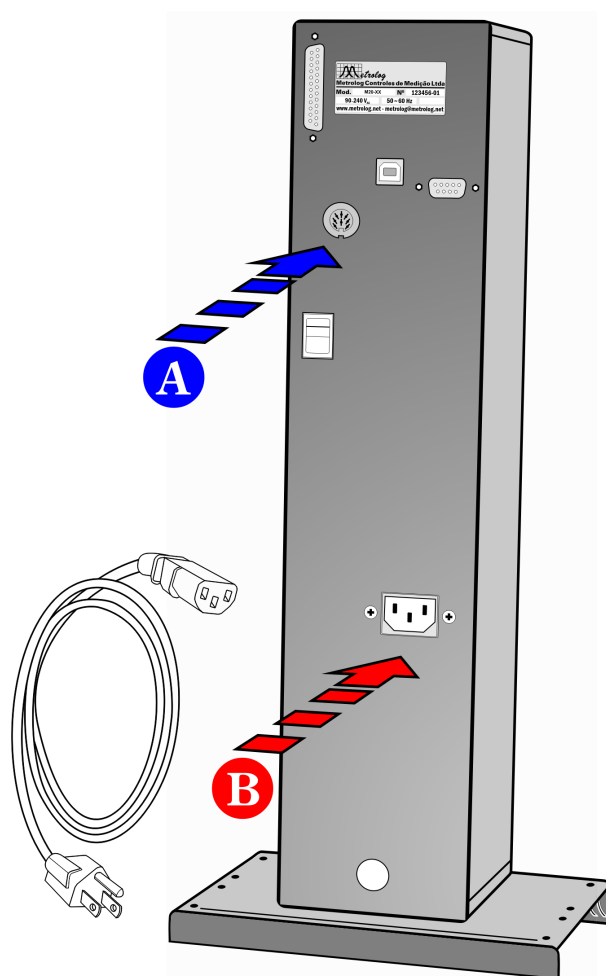

Figura 2 - Instalação do cabo de força e solenóides ao equipamento
- Conecte o cabo proveniente das solenóides no conector traseiro conforme indicado na **Figura 2**, referência A.
- Conecte o equipamento à rede elétrica utilizando o cabo de força incluso conforme indicado na **Figura 2**, referência B. O equipamento pode ser conectado a rede elétrica com tensão entre 90~240VAC, 50~60Hz senoidal, sem necessidade de nenhum ajuste adicional. Certifique-se também que o equipamento está devidamente aterrado através do pino central do plug de força.